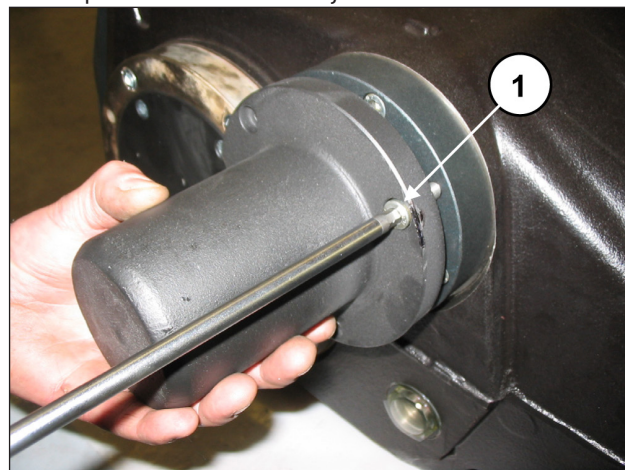

Fig. 101
Montar la tapa del extremo del eje y fijarla al cárter con los 3 tornillos M8x20 (pos. ①, Fig. 101).